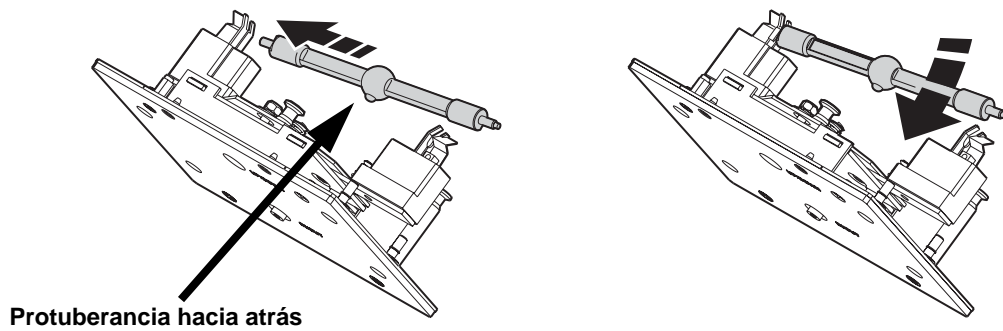

Figura 3: Inserción de lámpara
- Con la protuberancia del bulbo mirando hacia la placa metálica, insertar la lámpara tal y como se muestra en la Figura 3 e insertar el contacto izquierdo en el portalámparas. Empujar hacia abajo el muelle de la derecha y situar el contacto en su sitio.